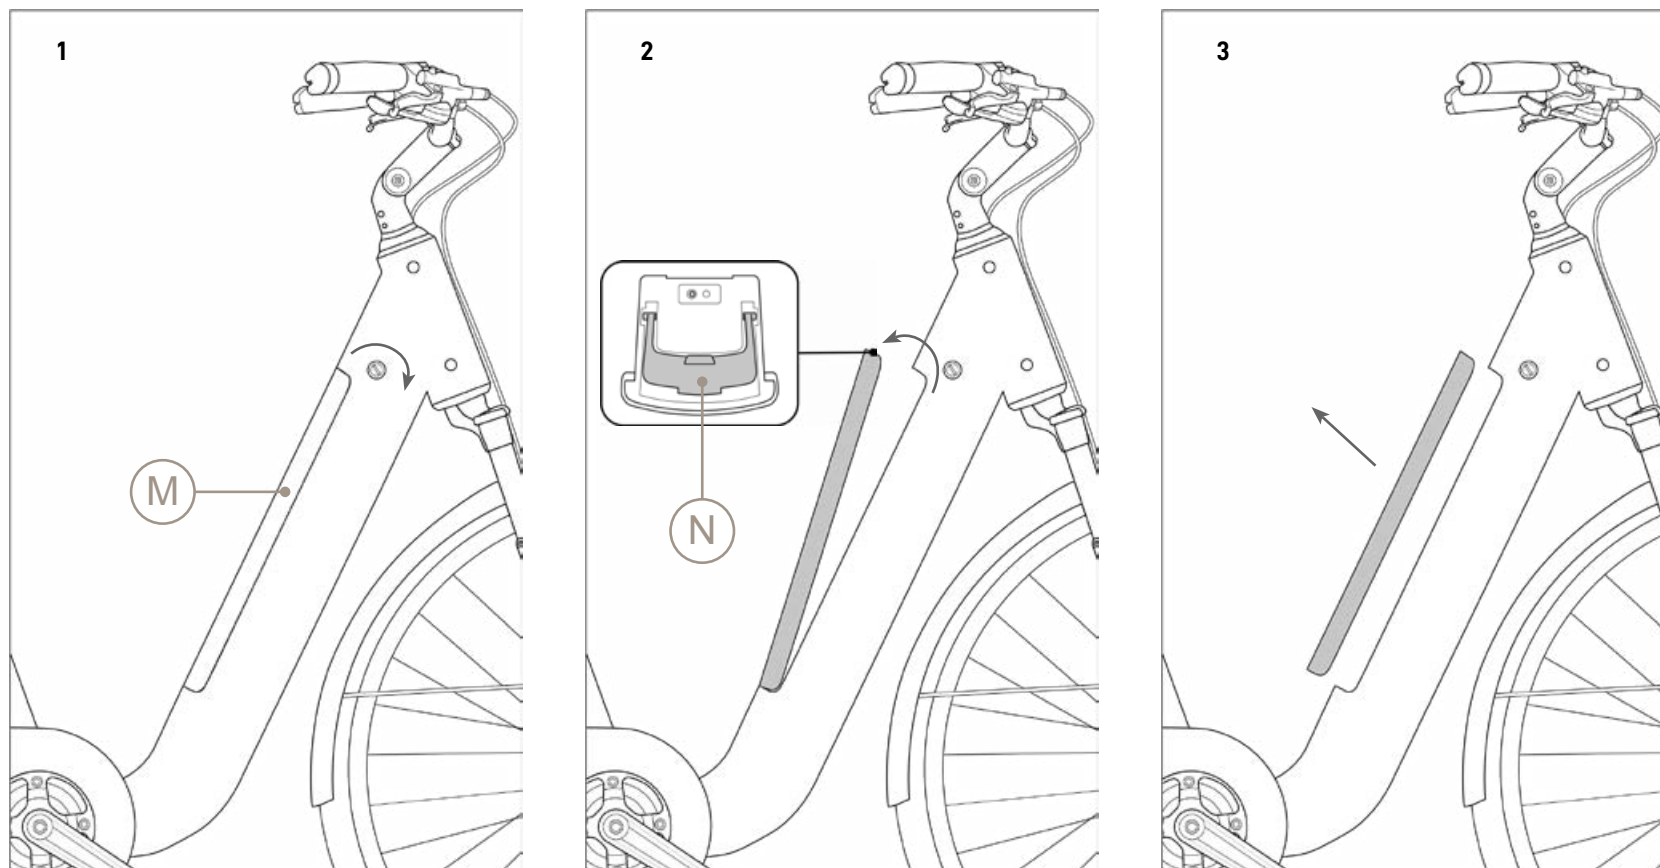

FIG. 10
La bicicletta fornisce assistenza alla pedalata mediante un motore elettrico alimentato dalla batteria posta nel tubo obliquo della struttura del telaio (Rif M - Fig.10)
2. Sganciare e sollevare la batteria tenendo premuta la leva di blocco (Rif N - Fig.10);